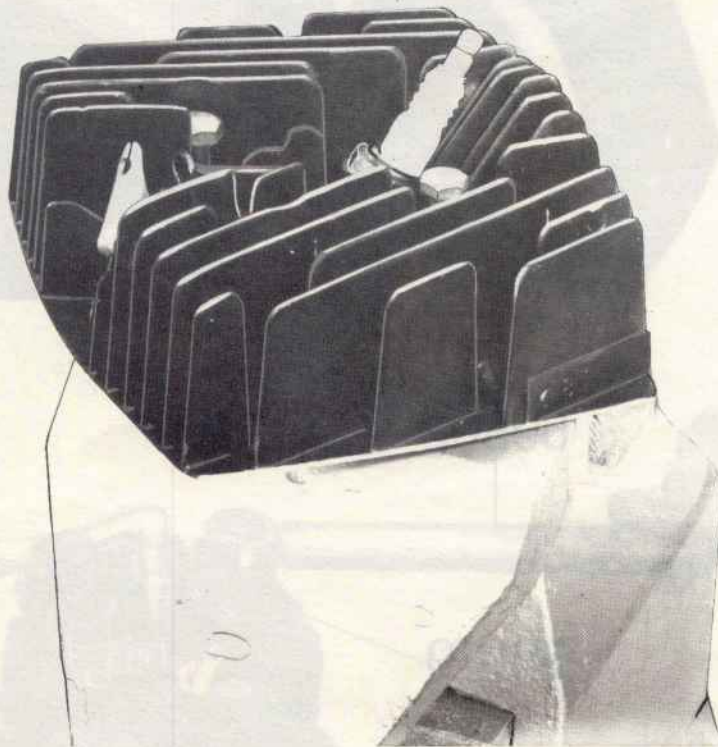

Figure 2
- Fixer la culasse à l'étau au moyen de deux boulons (figure 2).
- Fixer la culasse à l'étau au moyen de deux boulons (voir figure 2, page 7).